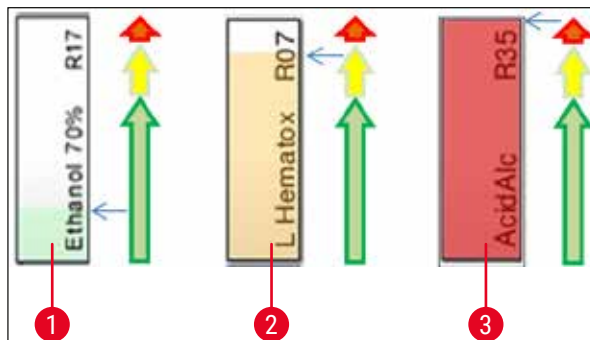

Bild 72
- En bakgrundsfärg (→ "Bild 72")
- Bakgrundsfärgen anger reagensens förbrukningsstatus (→ "Bild 72"). När reagensen är förbrukad stiger färgpelaren nedifrån och upp och ändrar färg beroende på förbrukningsstatus.